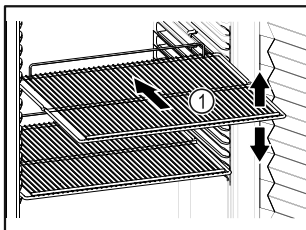

Fig. 9 Beispielhafte Darstellung
- ❑ Wenn Abstellroste Fig. 9 (1) versetzbar sind, je nach Höhe anpassen.